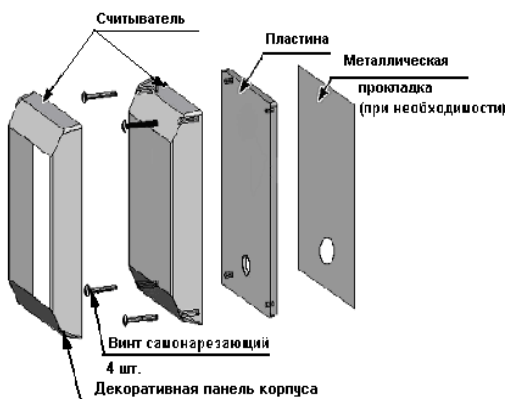

Рисунок 3- Крепление считывателя
3) Снимите с корпуса считывателя декоративную панель (рисунок 3).